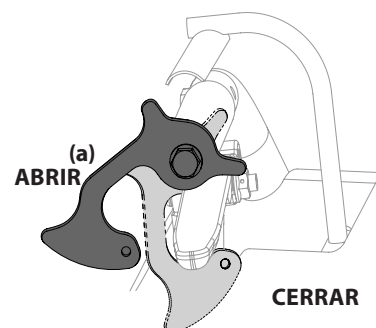

Figura 27
3. Mueva las palancas de bloqueo neutral (a) hasta la posición abierta (OPEN). Consulte la Figura 27.
5. Coloque las palancas de bloqueo neutral en la posición de cierre (CLOSED). Consulte la Figura 27.
7. CIERRE las palancas de bloqueo neutral (consulte la Figura 27) y mueva la palanca de control de velocidad para comprobar que la máquina no se mueva lentamente. Si la máquina continúa moviéndose lentamente, vuelva a realizar el ajuste.